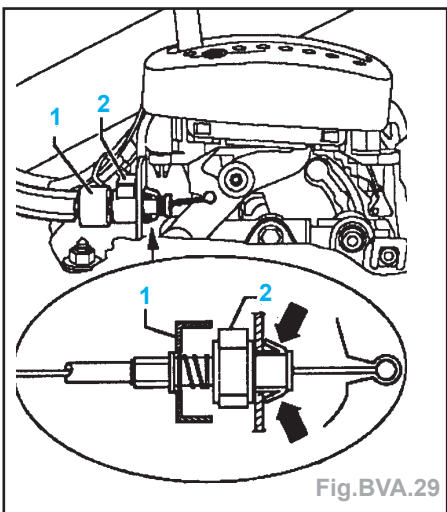

Fig.BVA.29
- Pousser le manchon (1) vers l'avant (Fig.BVA.29).